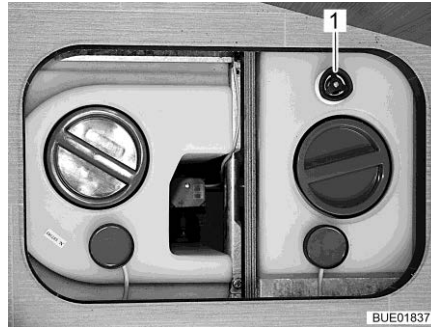

Bild 194 Wassertank mit Drehgriff
- Auf dem Wassertank den Drehgriff (Bild 194,1) im Uhrzeigersinn bis zum Anschlag drehen.
- Auf dem Wassertank den Drehgriff (Bild 194,1) entgegen dem Uhrzeigersinn bis zum Widerstand drehen. Das Wasser läuft bis auf eine Restmenge von 20 l aus.